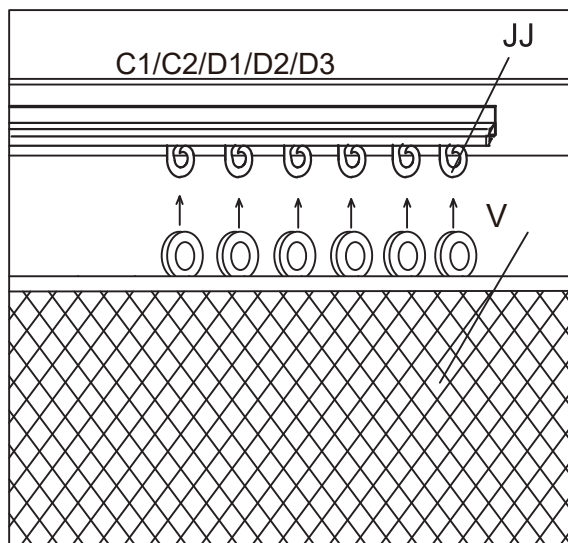

Figure 18-1
- 18.1. Accrocher la moustiquaire (V) aux crochets de la moustiquaire (JJ). Accrocher sur le côté intérieur de la piste. Répétez l'opération pour tous les côtés. Voir la figure 18.1.